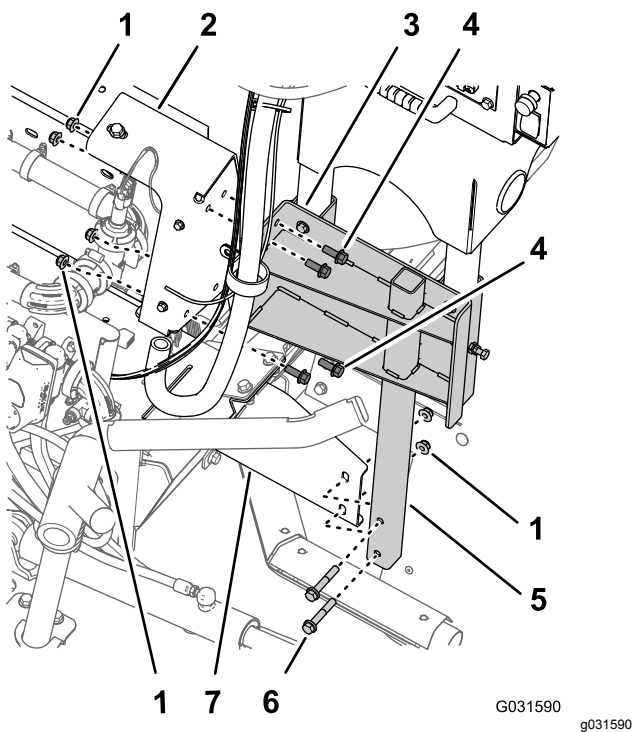

图 182
2. 将可偏转软管卷支撑槽上的孔与喷水阀歧管安装架上的孔对齐图 182。
3. 将可偏转软管卷下管子架上的孔与机器右机架安装架的安装架上的孔对齐图 182。
4. 使用在 从歧管安装架上卸下可偏转软管卷 \(页码 13\) 的步骤 3 中卸下的 4 个凸缘头螺栓 $\frac{3}{8}$ x 1 英寸和凸缘锁紧螺母 $\frac{3}{8}$ 英寸将支撑槽安装到歧管安装架图 182 上。
5. 使用在 从歧管安装架上卸下可偏转软管卷 \(页码 13\) 的步骤 2 中卸下的 2 个凸缘头螺栓 $\frac{3}{8}$ x 2 $\frac{1}{4}$ 英寸和 2 个凸缘锁紧螺母 $\frac{3}{8}$ 英寸将下管子架安装到安装架图 182 上。